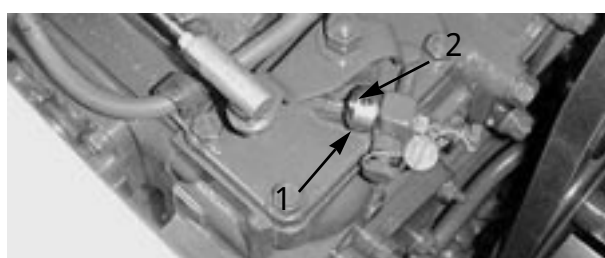

図 3
2. ストップをハイアイドル・ストップ・ネジに通し (図3) エンジンのリブの上にはめる。